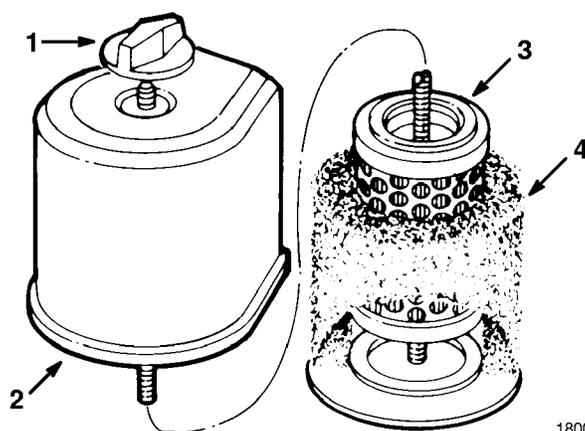

Abbildung 21
- Drehknopf abschrauben und Filterdeckel abnehmen (Abb. 21).